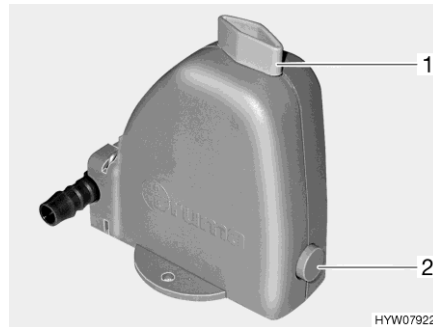

Fig. 140 Valvola di sicurezza/di scarico
Il riscaldamento è dotato di una valvola di sicurezza/di scarico (Fig. 140). La valvola di sicurezza/di scarico impedisce che l'acqua per la preparazione dell'acqua calda congeli in presenza di basse temperature esterne, quando il riscaldamento non è acceso.
- Chiudere la valvola di sicurezza/di scarico. A tal fine ruotare la manopola (Fig. 140,1) verticalmente rispetto alla valvola di sicurezza/di scarico e premere verso l'interno il bottone a pressione (Fig. 140,2).
- Aprire la valvola di sicurezza/di scarico. A tal fine ruotare la manopola (Fig. 140,1) nel senso della lunghezza della valvola di sicurezza/di scarico. Il bottone a pressione (Fig. 140,2) scatta all'infuori. Il serbatoio dell'acqua sanitaria viene svuotato verso l'esterno tramite la valvola di sicurezza/di scarico.